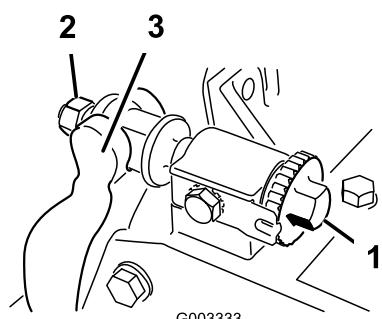

図 57
1. ベッドバー調整ネジを左に回してベッドナイフとリールの接触をなくす（図 57）。